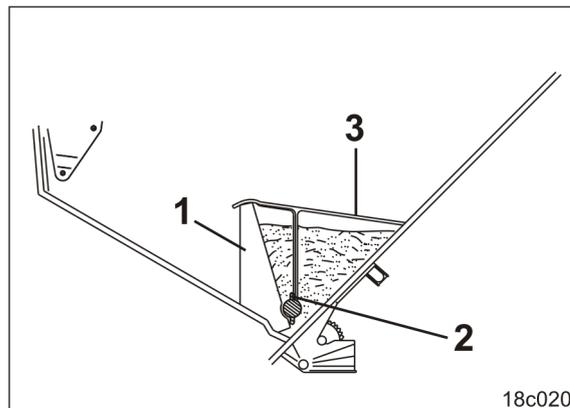
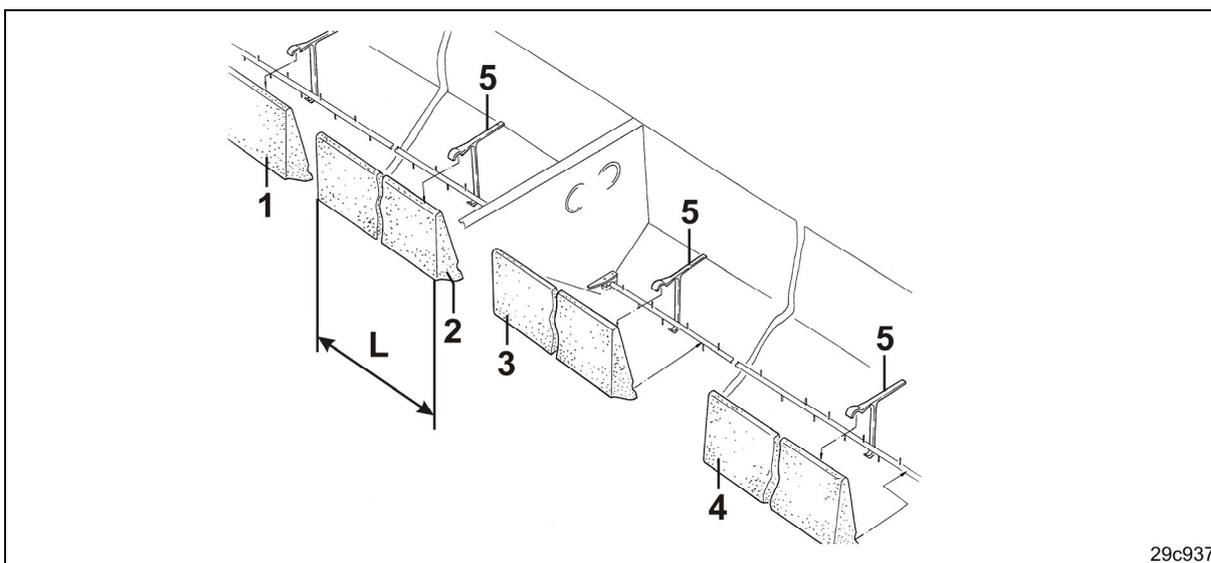

Рис. 146
Рис. 147
Штифты ворошителя (Рис. 146/2) установите вертикально, если у ворошильного вала нет круглых ворошильных элементов, см. главу Поддержка ворошильного валика, стр. 68.
2. Закрепите профили насадки для рапса (Рис. 146/1) зажимами (Рис. 146/3) в семенном бункере, см. сборочный чертеж (Рис. 147).